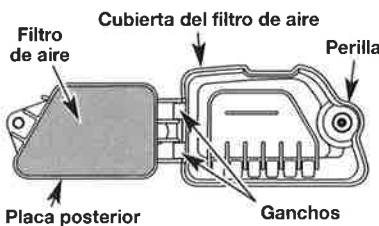

Fig. 23
1. Abra la cubierta del filtro de aire. Desenrosque la perilla del lado izquierdo de la cubierta. Menee la cubierta para abrirla (Fig. 23).
2. Retire el filtro de aire (Fig. 23).
6. Vuelva a colocar el filtro de aire en la placa de base (Fig. 23).
7. Asegúrese de que la placa posterior esté bien puesta (Fig. 23).
8. Menee la cubierta del filtro de aire para cerrarla y apriete la perilla (Fig. 23).